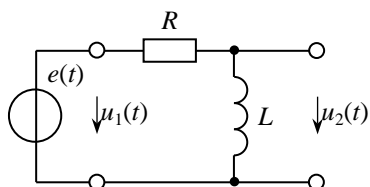
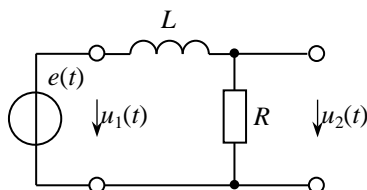

Рис. 1
Рис. 2
2.3. Для каждой из цепей (рис. 1, 2) запишите в общем виде выражение для переходной характеристики $h(t)$.
Обратите внимание, что отклик цепи рис. 1 в первом приближении пропорционален производной от входного воздействия, поэтому эту цепь называют дифференцирующей RL -цепью. В цепи рис. 2 отклик в первом приближении пропорционален интегралу от входного воздействия, поэтому цепь рис. 2 называют интегрирующей RL -цепью.